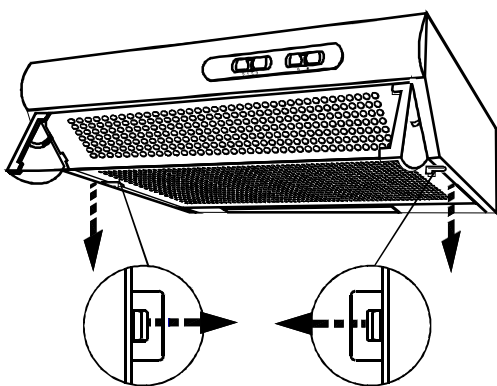

РИС. 4
- снимите решетку (рис. 4);
- откройте решетку сместив зажимы по направлению стрелки (рис. 4);
- откройте решетку, (рис.4);